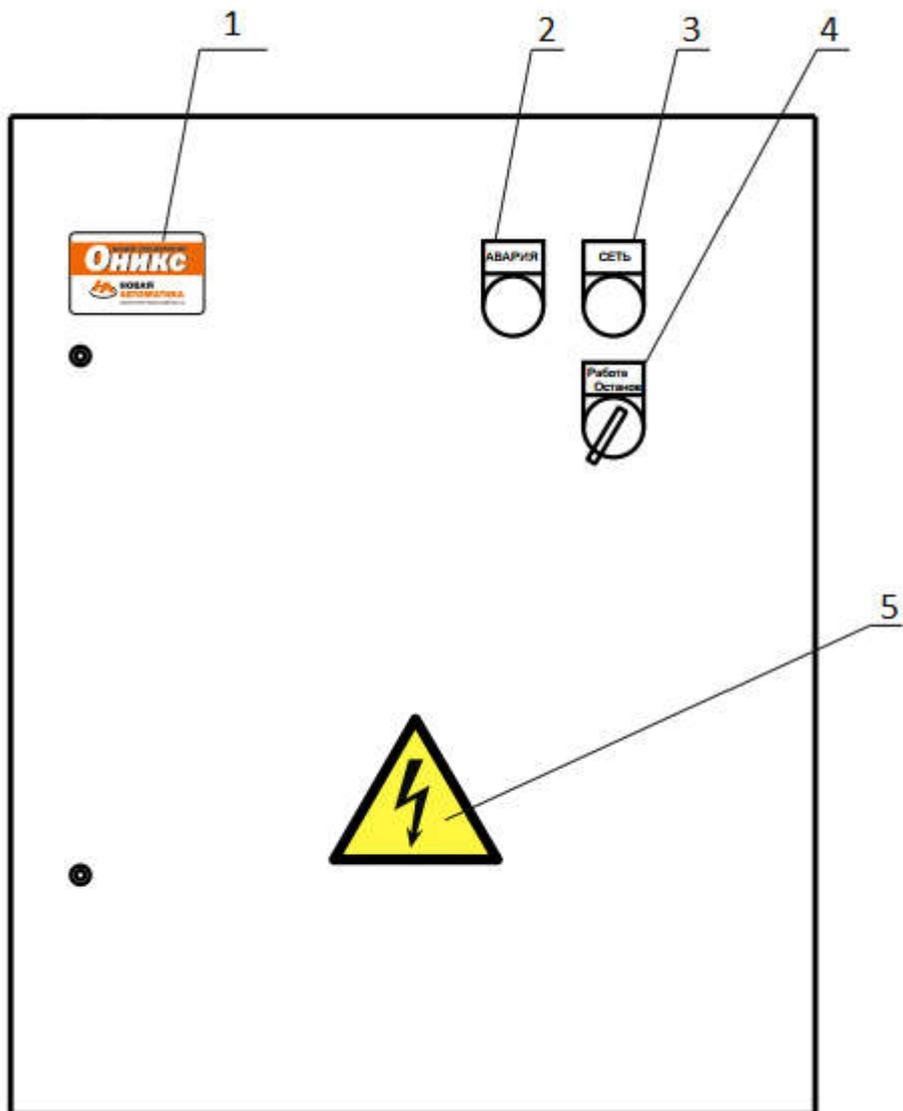

Рис.1 Передняя панель ШУ
После переведения переключателя «Режим работы» в положение «от ПЧ.» (поз.4, см. рис. 1, раздел 3.4. «Состав и передняя панель ШУ») происходит запуск двигателя от преобразователя частоты, при этом загорается зеленый светодиод на пульте преобразователя частоты. Преобразователь частоты начинает контролировать давление на выходе насосной станции, получая аналоговый сигнал с датчика давления. Изменяя частоту вращения двигателя, ПЧ поддерживает давление, соответствующее величине уставки. Алгоритм работы преобразователя частоты основан на принципе ПИД-регулятора, в котором сигнал с датчика давления является сигналом обратной связи, а величина уставки служит для задания давления.
При срабатывании защиты преобразователя частоты загорается лампа «АВАРИЯ ПЧ» (поз.2, см. рис. 1, раздел 3.4. «Состав и передняя панель ШУ») и на пульте преобразователя частоты выводится сообщение об аварии. Расшифровка сообщений об авариях преобразователя частоты приведено в Руководстве по эксплуатации преобразователя частоты CP2000, входящем в комплект поставки ШУ.
Состав и передняя панель ШУ показаны на рис.1.
- 4.3.1. Установить переключатель режима работы насоса в положение «0» (поз. 4, см. рис. 1)